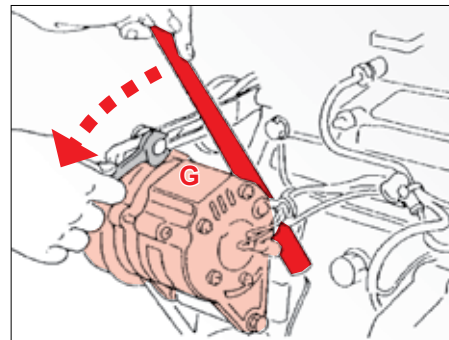

Fig. 96
2. Tryk generatoren så langt med et egnet hjælpemiddel, at den rigtige kileremsspænding er nået (Fig. 96).